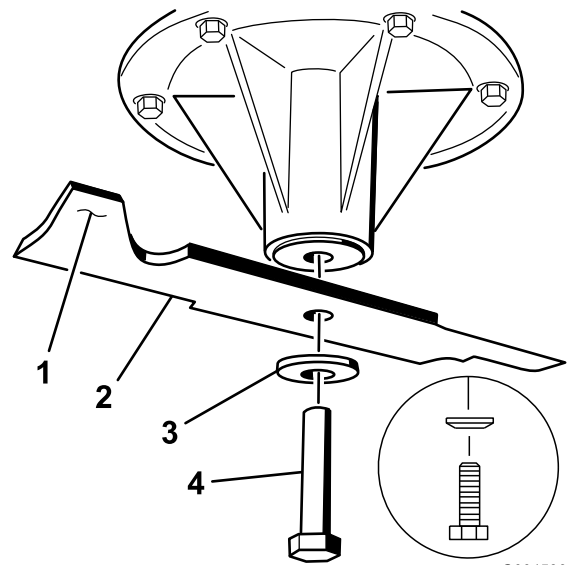

Bild 83
1. Setzen Sie das Messer auf die Spindelwelle (Bild 83).
2. Setzen Sie die Federscheibe und die Messerschraube ein. Der Konus der Federscheibe muss bei der Installation in Richtung Schraubenkopf zeigen (Bild 83). Ziehen Sie die Messerschraube mit 115 bis 149 Nm an.